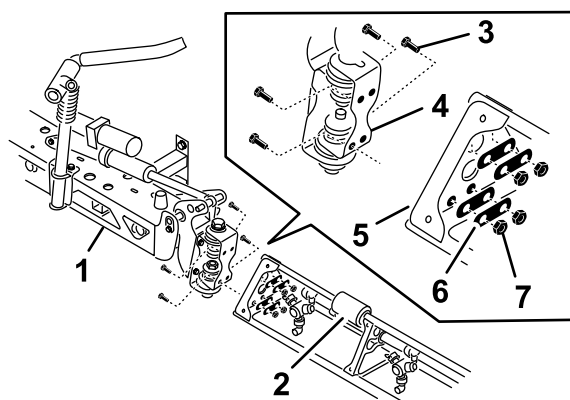

Figura 40
- Gire cada soporte giratorio en el extremo de la sección del brazo central para que los soportes estén alineados verticalmente (Figura 40).
4. Instale la placa con bisagra en la placa triangular usando los 4 pernos con arandela prensada, las 4 pletinas de refuerzo y las 4 contratuercas con arandela prensada (Figura 40) que retiró en el paso 1.
6. Alinee la rótula del cilindro de elevación del brazo con los orificios del extremo del soporte de giro (Figura 40).
7. Sujete la rótula al soporte de giro con un pasador y una chaveta (Figura 40).